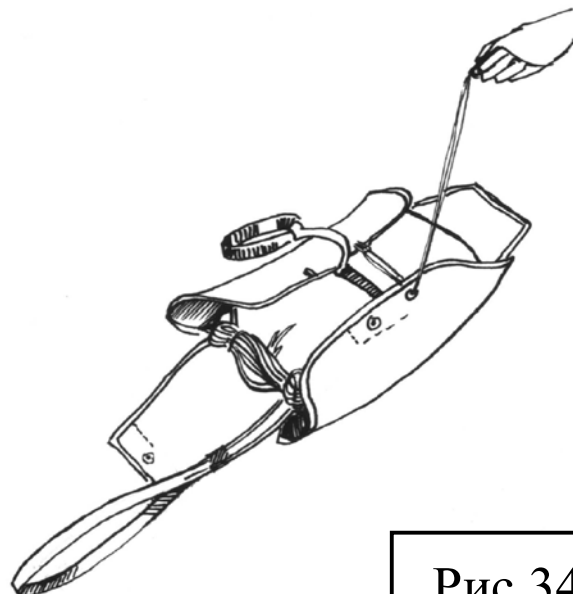

Рис.34
- II) проденьте вспомогательный шнур (ок. 30см) в петлю со стороны большого клапана (рис.34) и пропустите шнур через люверс противоположного клапана.